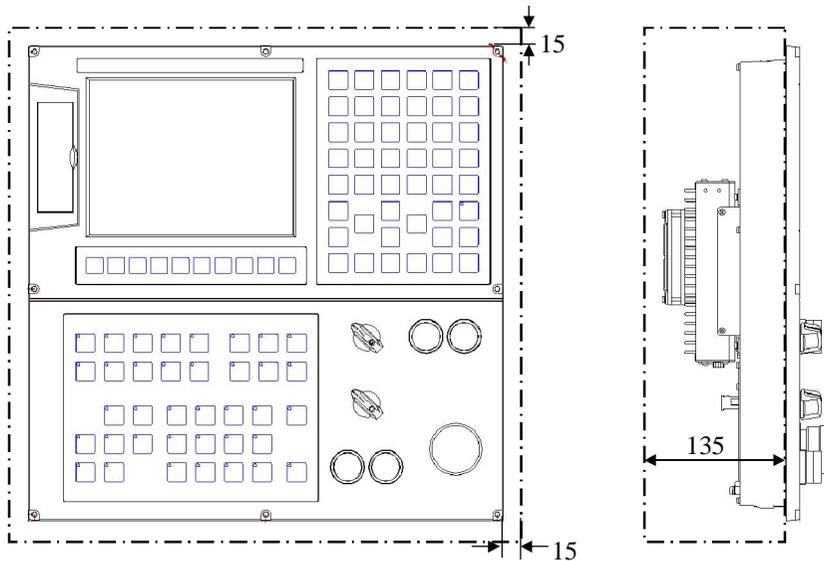

图 1.2 数控装置安装示意图
- 1) 如图 1.2 所示，数控装置的电柜内空要求至少 135 毫米，以便插接与数控装置相连的电缆；便于电柜内空气流通和散热。